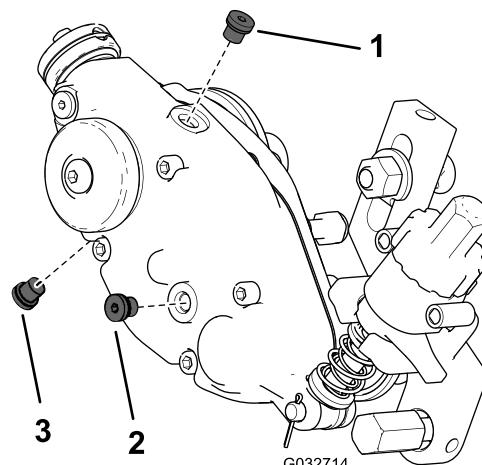

Figure 22
- Retirez le bouchon de vidange au bas du carter (Figure 22).
- Retirez le bouchon de contrôle de niveau sur le côté du carter pour créer une aération et faciliter la vidange de l'huile (Figure 22).
- Retirez le bouchon de remplissage en haut du carter (Figure 22).